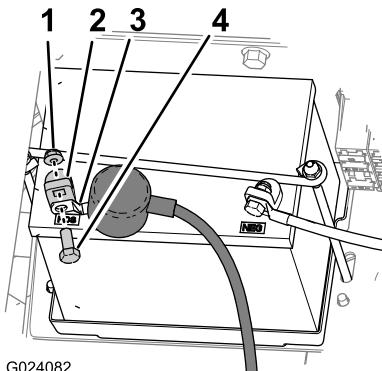

Figura 2
5. Riposizionate il coperchio di isolamento e rimuovete il bullone e il dado che fissano il terminale del cavo positivo della batteria al polo positivo della batteria (Figura 2).